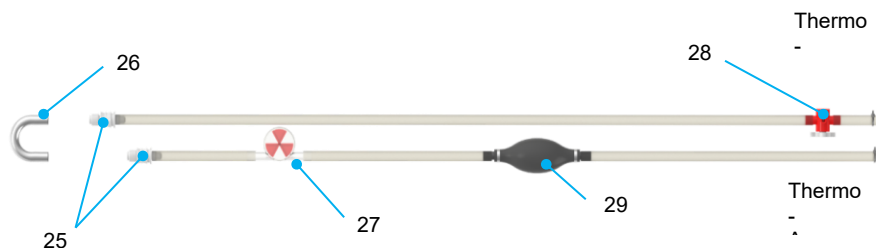

Abbildung 6 Thermoschlauch
Die Thermoeinheit hält die Temperatur der zirkulierenden Perfusionslösung mithilfe von Peltier-Elementen konstant. Je nach der eingestellten Temperatur kühlen oder heizen diese Elemente den internen Wasserkreislauf mithilfe thermoelektrischer Effekte. Zur Übertragung der Temperatur des internen Wasserkreislaufs auf die Perfusionslösung ist die Thermoeinheit über Silikonschläuche an die Wärmetauscheranschlüsse beider Oxygenatoren angeschlossen (Abbildung 4 und Abbildung 6). Der Ausgang der Thermoeinheit ist mit dem „Wassereingang“ des Wärmetauschers verbunden und der Eingang der Thermoeinheit ist mit dem „Wasserausgang“ des Wärmetauschers verbunden.
- Bringen Sie den Thermoschlauch (Abbildung 6) mit dem Verbindungsstück für das Wasserschlauchsystem (Ziffer 26) so tief wie möglich an. Achten Sie darauf, dass sich beim Befüllen und Entlüften (Abschnitt 2.3.1) der Ein- und der Ausgang der Thermoeinheit (Abbildung 6, Ziffer 21 und 22) an der höchsten Stelle befinden, so dass sich Luftblasen zur Thermoeinheit hin bewegen.
- Drücken Sie den Entlüftungsballon (Abbildung 6, Ziffer 29) wiederholt zusammen, um so viel Luft wie möglich aus dem Thermoschlauch zu drücken.